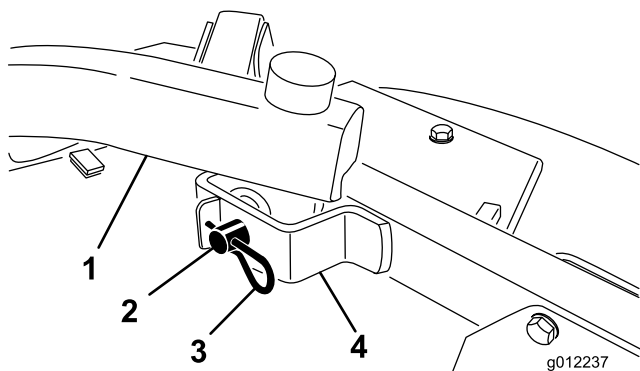

図 21
4. 昇降アームをキャスト・アーム・ブラケットに固定しているヘアピン・コッターとクレビス・ピンを外す (図 21)。